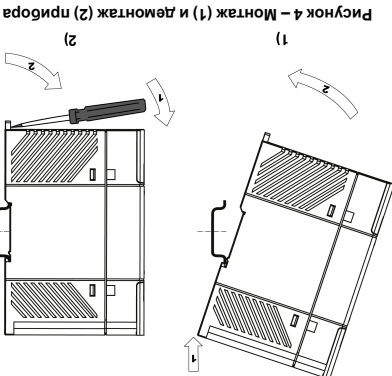

Рисунок 4 – Монтаж (1) и демонтаж (2) прибора
3. Усилим прикрепить прибор к DIN-рейке в направлении, показанном стрелкой, до фиксации защелки (см. рисунок 4).
Для демонтажа прибора следует (см. рисунок 4):